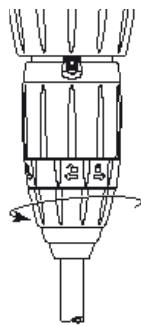

Fig. 15
- Desenroscar a porca e retirar o tubo de aspiração (**Fig. 15**).